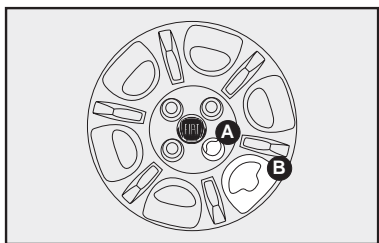

fig. 8
8) colocar a calota cuidando para que o furo **B-fig. 8** fique em correspondência com a válvula, e dessa maneira o furo maior da calota **A-fig. 8** passe pelo parafuso já fixado;